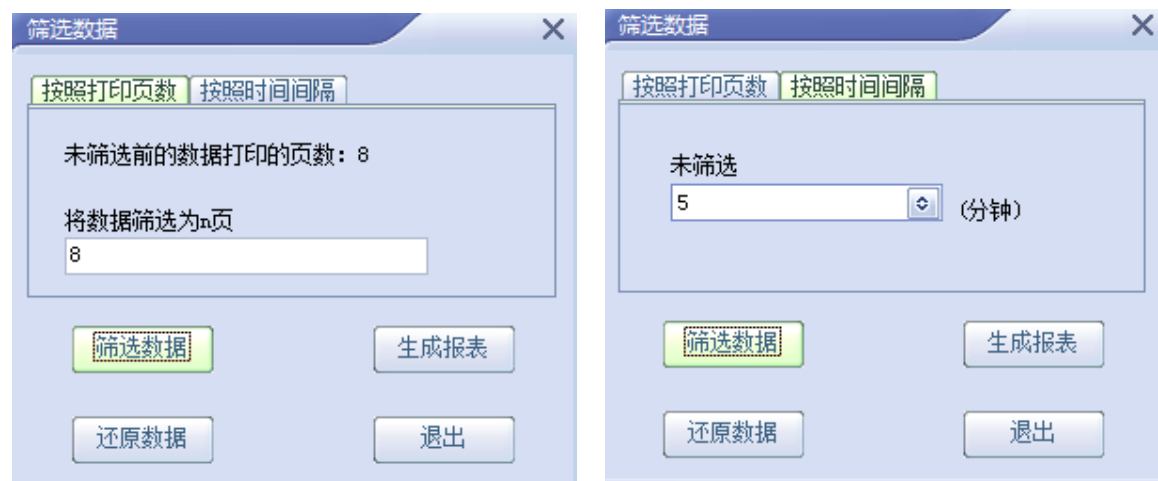

图 3.1
- 1、在生成报表前，请在“测试数据”表格里，按鼠标右键，对放电数据进行筛选，如图 3.1 所示：